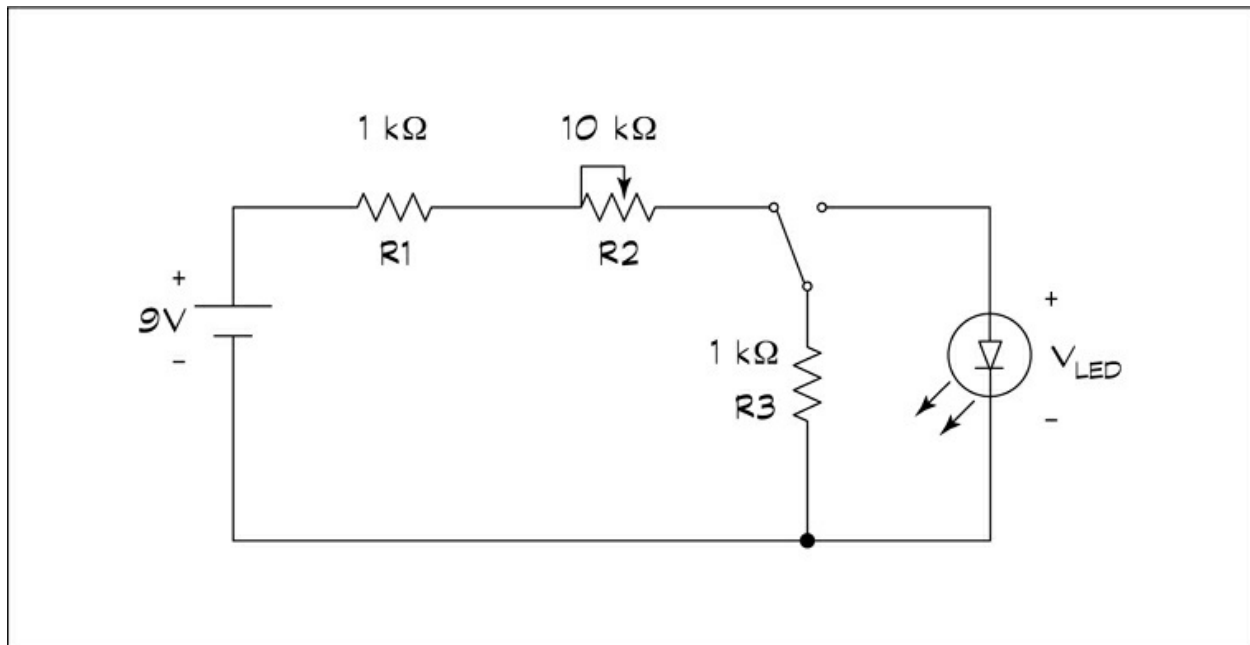

Figura 14.6 Utilizzate il seguente circuito per accendere e spegnere un LED e per variare l'intensità della luce emessa.
Il circuito rappresentato nella Figura 14.6 ha lo scopo di dimostrare il funzionamento on/off di un LED e anche come, aumentando la corrente, aumenta anche la luce emessa dal diodo. Ecco come occorre procedere.
2. **Approntate il circuito rappresentato nella Figura 14.6, utilizzando un LED standard rosso, giallo o verde.**